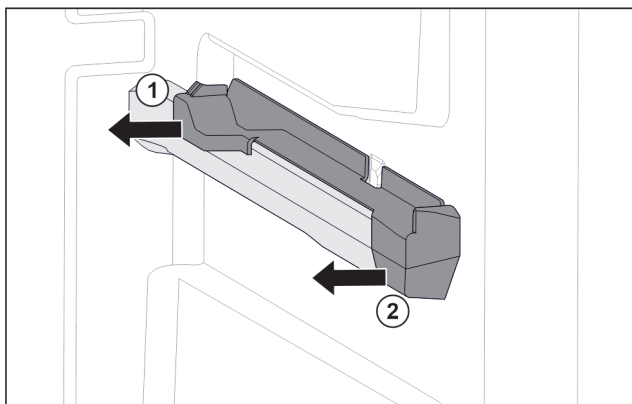

Fig. 103 Piesă de fixare pe nervura din dreapta a recipientului
- ▶ Scoateți piesa de fixare din spate în lateral. Fig. 103 (1)
- ▶ Scoateți piesa de fixare din față în lateral. Fig. 103 (2)